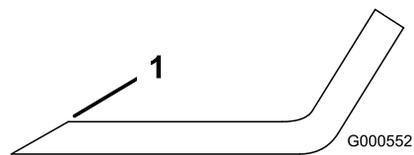

Figure 67
1. Au moyen d'une lime, aiguissez les tranchants aux deux extrémités de la lame (Figure 67).
Remarque: Si la lame est déséquilibrée, limez un peu l'extrémité de la partie relevée seulement (Figure 67).